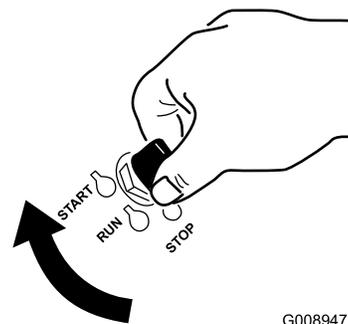

Bild 13
- Drehen Sie den Zündschlüssel auf die Start-Stellung (Bild 13). Lassen Sie den Schlüssel los, sobald der Motor anspringt.
7. Drehen Sie den Zündschlüssel auf die Start-Stellung (Bild 13). Lassen Sie den Schlüssel los, sobald der Motor anspringt.